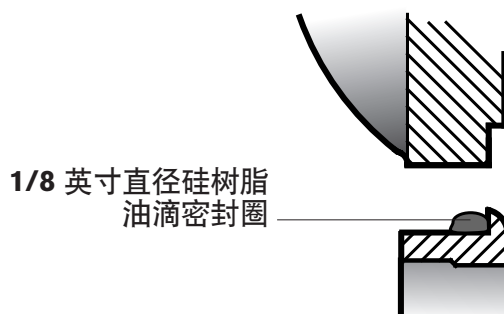

图 5 底部轴承帽螺栓的法兰密封
1. 在风扇轴 (201) 上按压环形齿轮钢毂盘 (8) 以及上下轴承内圈 (411 和 412)。在环形齿轮钢毂盘上安装环形齿轮 (101)，并将帽螺栓拧紧为 ft·lbf (123 N·m)。
2. 安装上风扇轴轴承外圈 (412) 和不带垫片的轴承护圈。
3. 将减速机外壳倒置，并安装风扇轴组合件，同时使上风扇轴轴承内圈落位到其外圈中。安装下轴承外圈 (411)。
4. 使用密封器安装底盖帽螺栓，如图 5 所示，并将帽螺栓拧紧为 25 ft·lbf (34 N·m)。使用旧垫片包或制作相同厚度的垫片包 (420)，并安装底部轴承护圈帽螺栓。此时不要为底部轴承护圈安装 O 型环。将帽螺栓拧紧为 25 ft·lbf (34 N·m)。